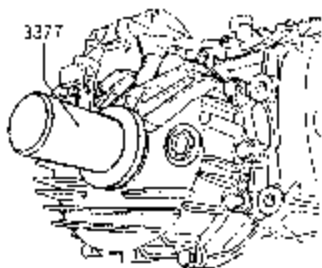

图 7-155 装入密封圈
- (1) 将新的密封圈敲到底。敲入时，不要倾斜密封圈。如图 7-155 所示。